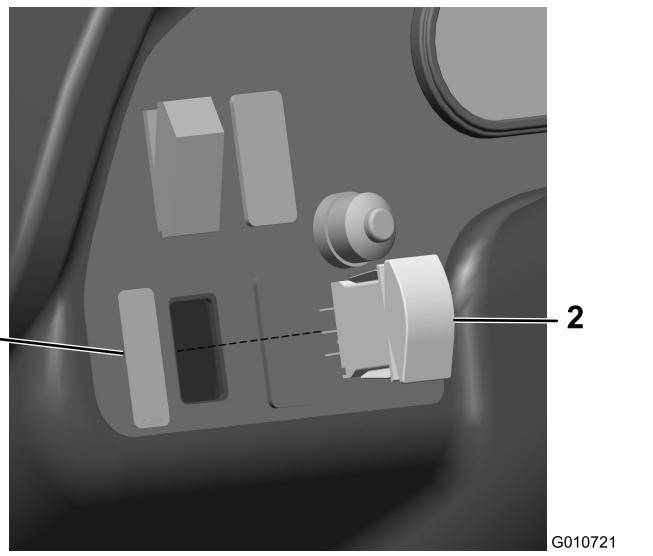

図 2
6. ダッシュボード左側にあるスイッチ取り付け穴をふさいでいるプラグの1つを外して使えるようにする図2。
7. ダッシュボードの穴にワークライトのスイッチを嵌め込む図2。
8. ワークライト用のデカル107-8008を、スイッチの隣にりつける図2。